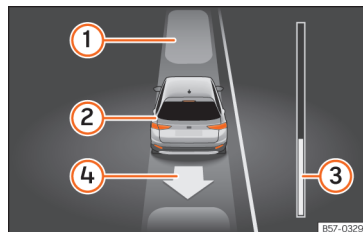

Abb. 252 Am Bildschirm des Kombi-Instruments: parallel zur Fahrbahn ausparken.
- Fahren Sie rückwärts, bis das Dauertonsignal des ParkPilot ertönt; **ODER:** fahren Sie zurück, bis am Bildschirm des Kombi-Instruments die Anzeige zur Vorwärtsfahrt erscheint. Die Fortschrittsanzeige »» **Abb. 252 ③** zeigt den zurückzulegenden Abstand an »» **Seite 289.**